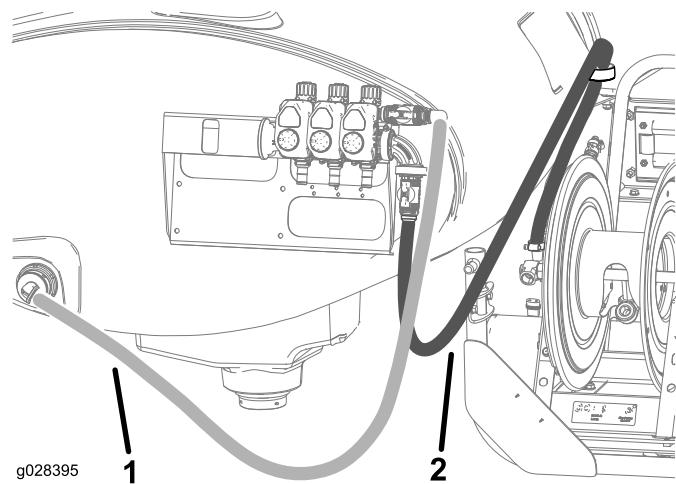

图 24
- 17. 如图 24 中所示铺设软管卷供水软管并用软管夹将其连接到软管卷。